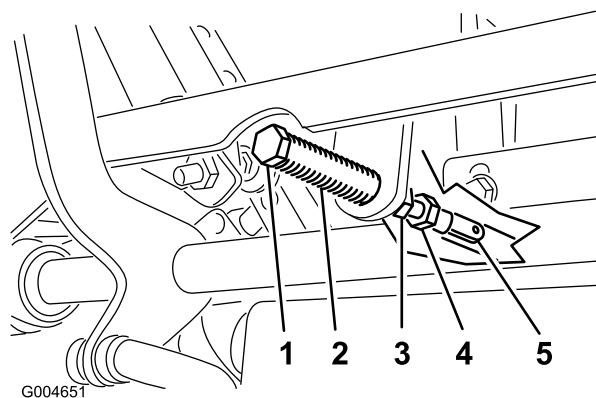

Figura 82
5. Tire hacia atrás de la palanca hasta que el pasador (en el brazo situado encima del eje pivotante) entre en contacto con el extremo de la ranura (empezando justo a tensar el resorte) (Figura 82).
7. Si es necesario un ajuste, afloje la tuerca y la contratuerca contra la horquilla (Figura 82).
8. Aplique una ligera presión hacia atrás en la palanca de control de movimiento, y gire la cabeza del perno de ajuste en el sentido apropiado hasta que la palanca de control esté centrada en posición de bloqueo/punto muerto (Figura 82).
9. Apriete la tuerca y la contratuerca (Figura 82).
10. Apriete las contratuercas de las articulaciones esféricas (Figura 82).